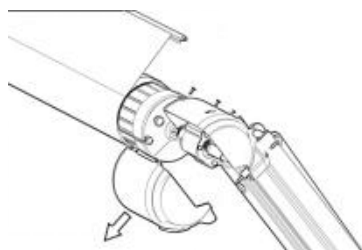

Figure C20
3.7 Öffnen Sie die Zierabdeckung an der Motorseite des Klapparms. (Abbildung C20)